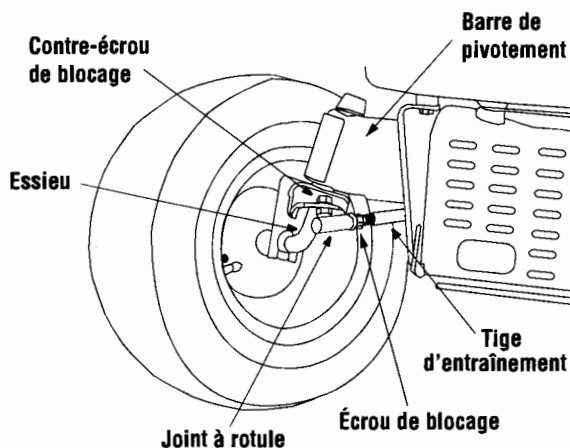

Figure 16
- Desserrez l'écrou de blocage de la tige d'entraînement sur l'arrière du joint à rotule. Voir la Figure 16 .
- Retirez le contre-écrou de blocage sur le dessus du joint à rotule. Voir la Figure 16.